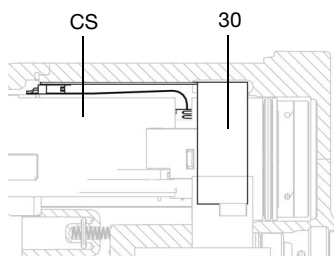

ABB. 32. Elastische Schaltung anschließen
5. Um den Hochspannungserzeuger (7) von der Turbine (8) zu trennen, den 3-poligen Flachbandstecker (PC) vom Hochspannungserzeuger trennen. Siehe ABB. 32.
8. Die Hochspannungserzeuger-/Turbineneinheit in das Pistolengehäuse (10) stecken. Sicherstellen, dass die Massebänder (EE) den Griff berühren.
Nur für Smart-Modelle: Den Stecker der 6-poligen elastischen Schaltung (30) mit der Buchse (CS) oben am Griff ausrichten. Siehe ABB. 32.